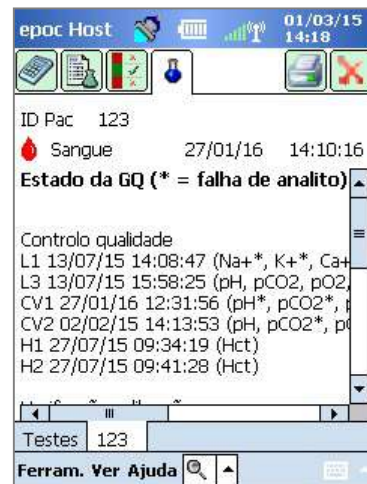

Fig. 46.
- Abra o quarto separador (Fig. 46) para visualizar o estado da GQ à hora em que o teste foi realizado.